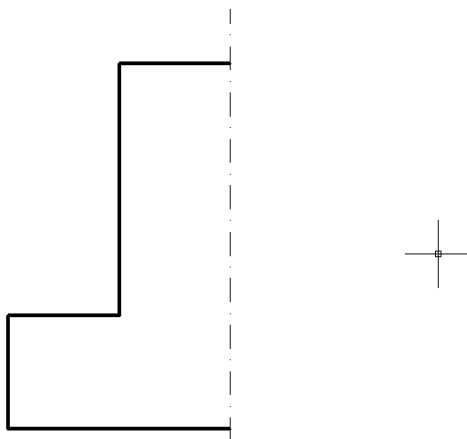

Рис. 9. Этап 2.2.
2.2. Построить левую половину контура главного вида (слой *Контур*) (рис. 9).